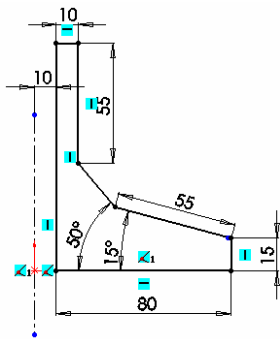

图 5-203 旋转轮廓草图
- ② 新建文件。在设计树中选择前视基准面，单击草图绘制按钮，新建一张草图。
- ③ 绘制轮廓。利用草图绘制工具绘制草图作为旋转特征的轮廓，如图 5-203 所示。